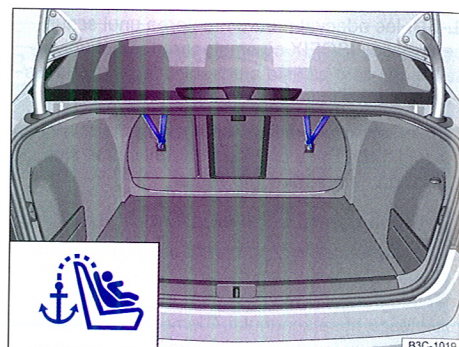

Fig. 80 Chingă de fixare superioară agățată, în portbagaj.
- Agățați chingă de fixare superioară în portbagaj, de inelul de ancorare corespunzător ⇒ fig. 80.